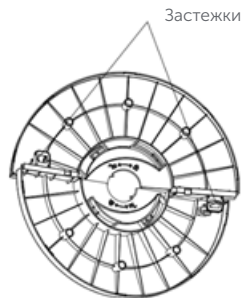

Рис.1
3. Возьмите обе части основания из комплекта и переверните их вверх дном, совместите под углом стыковочные рамки с соответствующими им застёжками на каждой из частей, затем закрепите нажатием (рис. 1). Выровняйте пристегнутые половинки друг с другом.